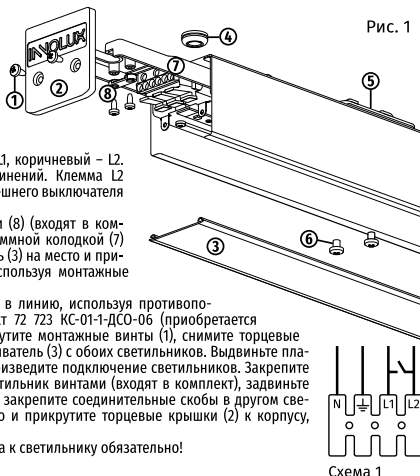

Рис. 1
Установите на скобы (5) 2 комплекта для подвешивания, прикрутите отдельно (артикул – 96 579). Убедитесь в надежности подвеса. Рис. 1.
3. Выдвиньте пластину с нажимной клеммой колодкой (7) и подключите сетевой провод в соответствии со Схемой 1. Синий провод – N, желто-зеленый – заземление, белый – L1, коричневый – L2. Проверьте надежность электрических соединений. Клемма L2 предназначена для реализации вкл/выкл внешнего выключателя светильника.
4. Зафиксируйте провод зажимом и шурупами (8) (входят в комплект). Задвиньте пластину с нажимной клеммой колодкой (7) внутрь светильника. Установите рассеиватель (3) на место и прикрутите торцевую крышку (2) к корпусу, используя монтажные винты (1), Рис. 1.
При необходимости подключайте светильники в линию, используя противопожарную боковину и соединительный комплект 72 723 KC-01-1-ДСО-06 (приобретается отдельно). Для соединения светильников: открутите монтажные винты (1), снимите торцевые крышки (2) с двух светильников. Снимите рассеиватель (3) с обоих светильников. Выдвиньте пластину с нажимной клеммой колодкой (7) и произведите подключение светильников. Закрепите соединительные скобы из KC-01-1-ДСО-06 в светильник винтами (входят в комплект), задвиньте пластину с нажимной клеммой колодкой (7) и закрепите соединительные скобы в другом светильнике. Установите рассеиватель (3) на место и прикрутите торцевые крышки (2) к корпусу, используя монтажные винты (1), Рис. 1.
2. Открутите монтажные винты (1), снимите торцевую крышку светильника (2), снимите рассеиватель (3). Введите сетевой провод в корпус через уплотняемое отверстие (4), Рис. 1.
Наметьте и просверлите два отверстия для установочных скоб (5) на поверхности стены или потолка по месту установки. Расстояние между центрами отверстий указано в Технических характеристиках. Установите пластмассовые дюбели из монтажного комплекта в отверстия. Открутите винты (6), которыми закреплены установочные скобы (5), используя отверстия в корпусе светильника. Установите на поверхность стены или потолка установочные скобы (5) при помощи винтов (входят в комплект). Закрепите светильник на скобы при помощи винтов (6), рис. 1. При необходимости регулируйте угол при установке светильника используйте монтажный комплект КМН-02-0, приобретается отдельно (артикул – 99 977).